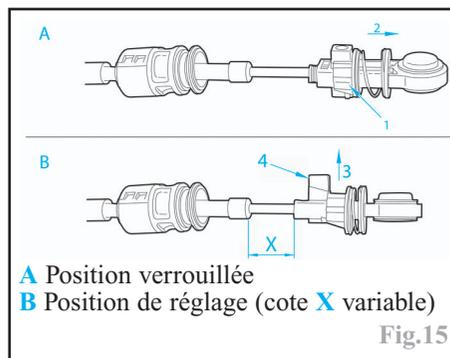

Fig.15
-déplacer le cylindre (1) suivant la flèche (2) (Fig.15).